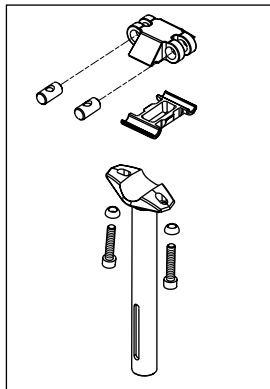

Fig. 1
2. Verwijder de bovenkant van de zadelstrop en vet het benedenoppervlak van de klem, de klem zelf, pakkingsschijfjes, klemmschroeven en pennen van de zadelstrop in (afb. 1).